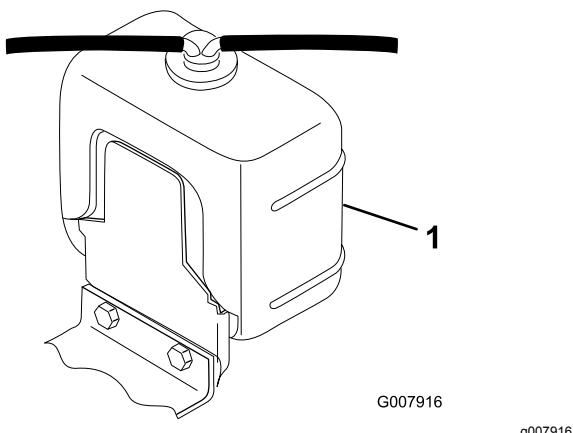

Figura 68
Retire cuidadosamente a tampa do radiador e a tampa do depósito de expansão (Figura 68).
2. Verifique o nível de líquido de arrefecimento no radiador e no depósito de expansão (Figura 68).